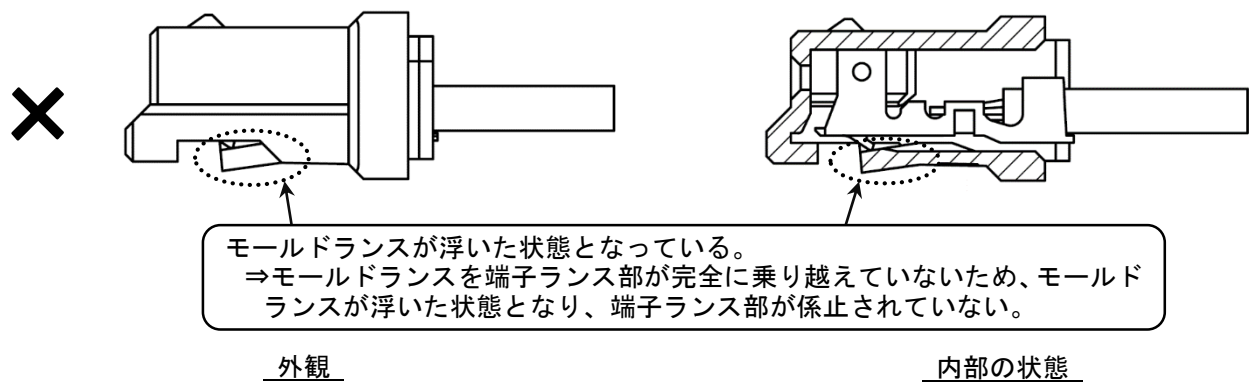

Fig. 5-3
- ④ 端子装着後、軽く（1N程度の力で）電線を引張り、端子が抜け出さないか確認を行って下さい。（過度の引張りでの確認はコネクタを破損させる場合があります。）
- ⑤ すべての端子の装着後、リセプタクルハウジングのモールドランス部の状態を確認してください。正しく装着されている場合、端子ランス部が完全にモールドランスを乗り越えた位置にあり、モールドランスが下がり切っている状態となっています。（Fig. 5-3）
※端子が不完全装着の場合、端子ランス部がモールドランスに引っ掛からない状態になり、端子が保持出来ません。（Fig. 5-3）
※モールドランスが下がり切っていない箇所（Fig. 5-3：不完全装着の場合）では、モールドランスが最も変形している状態です。そのため、この状態のハーネス品は端子を再挿入しても、モールドランスが正規の状態に戻らず保持力が低下する場合があります。このような場合は、必ずリセプタクルハウジングを取り替えて下さい。